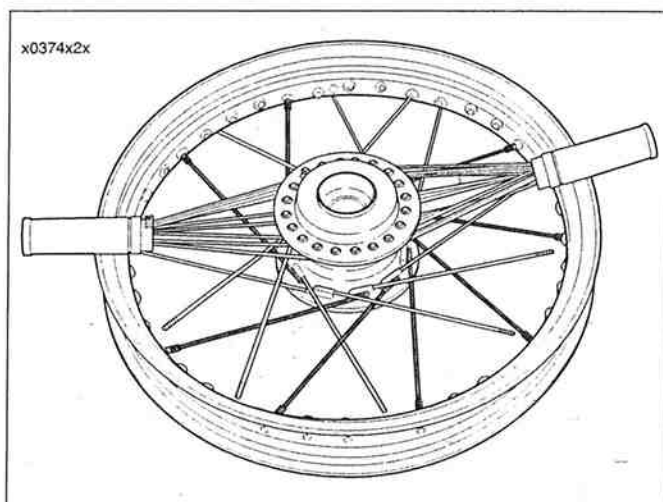

Figura 2-34. Rayos completos - exterior del reborde inferior
- b. Vea la Figura 2-34. Una vez que termine la instalación de rayos exteriores (cabeza corta) de la fila inferior, compruebe que haya tres agujeros vacíos entre cada rayo.